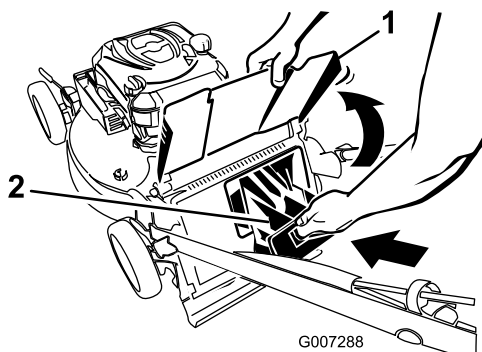

Bild 24
4. Setzen Sie die Heckauswurfklappe ein (Bild 24).